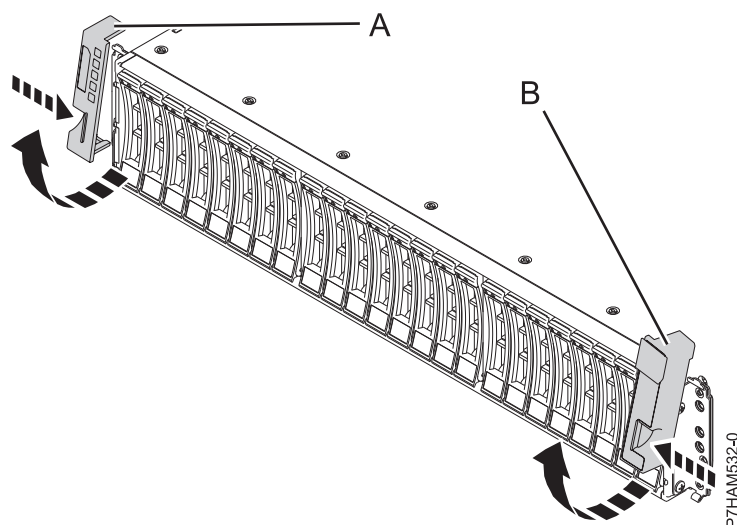

Figura 1. Extracció de les cobertes laterals
3. A la part frontal del bastidor, traieu la coberta lateral esquerra, **(A)**, i la coberta lateral dreta, **(B)**, per veure les peces de subjecció de muntatge. Agafeu la pestanya d'alliberament i gireu la coberta cap amunt fins que surti de la vora del xassís, tal com es mostra a la Figura 1.